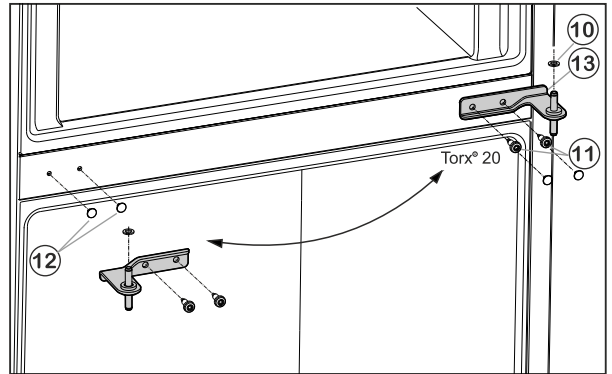

Fig. 5
- ▶ Trekk dekslene Fig. 5 (12) forsiktig av og sett dem igjen på motsatt side.